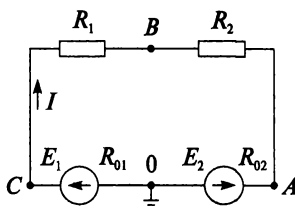

Рис. 3.35
4. Для цепи (рис. 3.35), имеющей параметры $E_1 = 48$ В, $E_2 = 24$ В, $R_1 = 10$ Ом, $R_2 = 28$ Ом, $R_{01} = R_{02} = 1$ Ом, постройте потенциальную диаграмму.